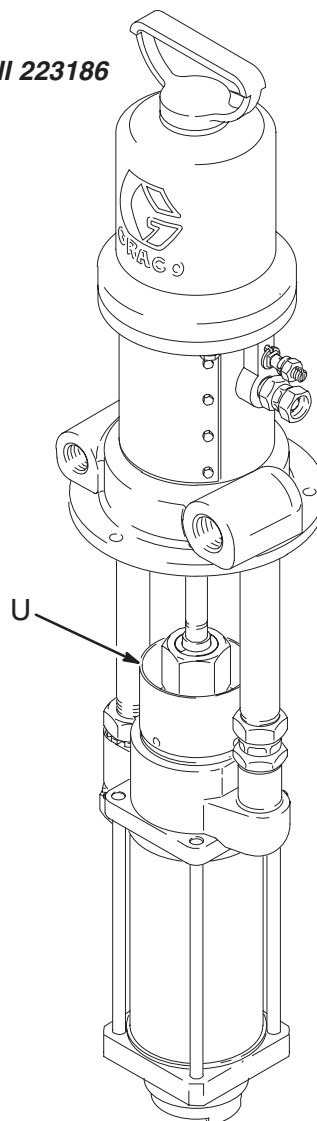

Abb. 3
Die Dichtheit der Packungsmutter bzw. des Naßbehälters (U) in regelmäßigen Abständen prüfen. Die Packungsmutter sollte gerade so fest angezogen sein, daß Leckagen verhindert werden. Packungsmutter mit 27–33 Nm festziehen; ein zu festes Anziehen könnte die Packungen beschädigen. Vor dem Einstellen der Packungsmutter **den Druck entlasten**. Siehe Abb. 3.